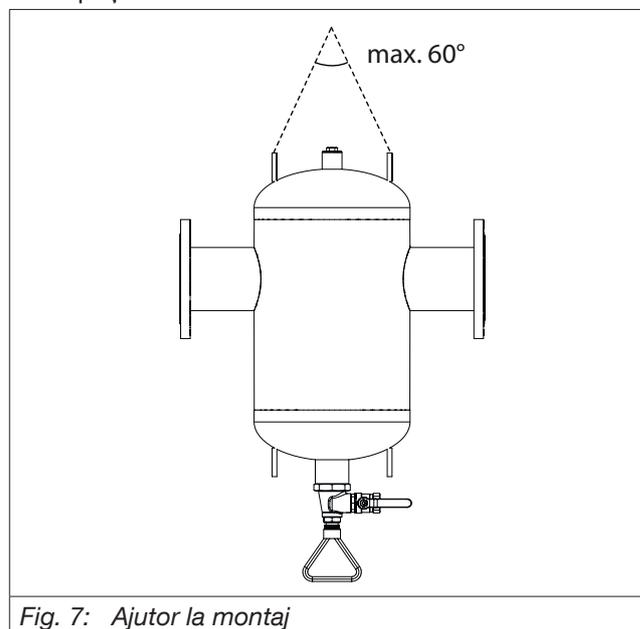

Fig. 7: Ajutor la montaj
- Inelele de pe separatorul de nămol servesc doar ca mijloace ajutătoare la ridicare (vezi fig. 2 și fig. 7).